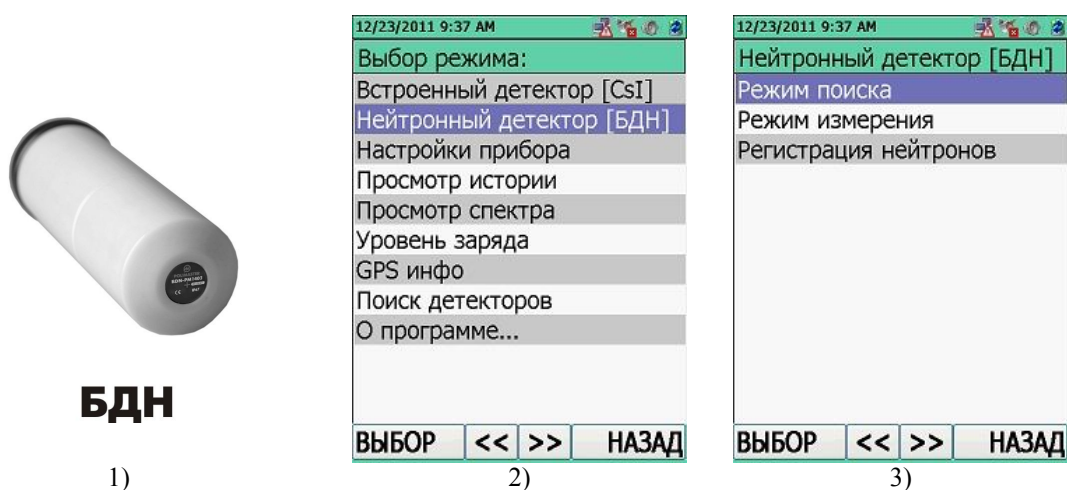

Рисунок 11.24
Подключение БДН-РМ1403, рисунок 11.24 (1), осуществляется в соответствии с 11.2.1 настоящего РЭ. При осуществлении успешного поиска и подключения БДН-РМ1403 необходимо перейти к обзору его режимов работы. Для перехода в режимы работы БДН-РМ1403 необходимо в окне отображения режимов работы прибора выбрать строку **"Нейтронный детектор [БДН]"**, рисунок 11.24 (2). Выбор соответствующего режима работы осуществляется кнопкой ВВОД. В открывшемся меню будут отображаться все режимы работы БДН-РМ1403, рисунок 11.24 (3).